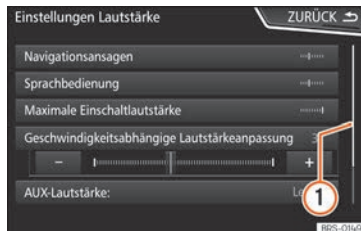

Abb. 166 Listeneinträge eines Einstellungsmenüs. »
Auf der rechten Seite befindet sich die Scroll-Leiste, deren Größe von der Anzahl der Listeneinträge abhängt » Abb. 166 ①.